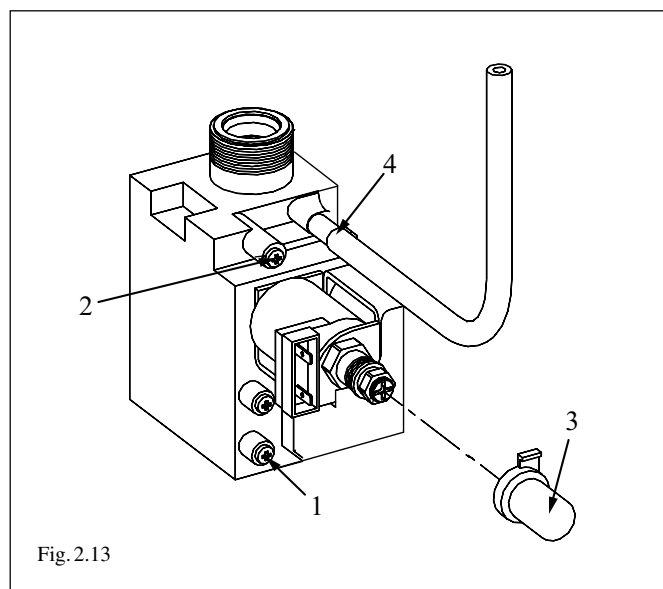

Fig. 2.13
- collegare il manometro sulla presa di pressione (1 - Fig. 2.13) a monte della valvola gas;
- scollegare il manometro e chiudere la presa (1 - Fig. 2.13).
- scollegare la presa di compensazione (4 - Fig. 2.13) della valvola gas (solo C.S.I. e R.S.I.);
- collegare un capo del manometro alla presa di pressione (2 - Fig. 2.13) a valle della valvola gas;
- togliere il cappuccio di protezione della vite di regolazione (3 - Fig. 2.13).